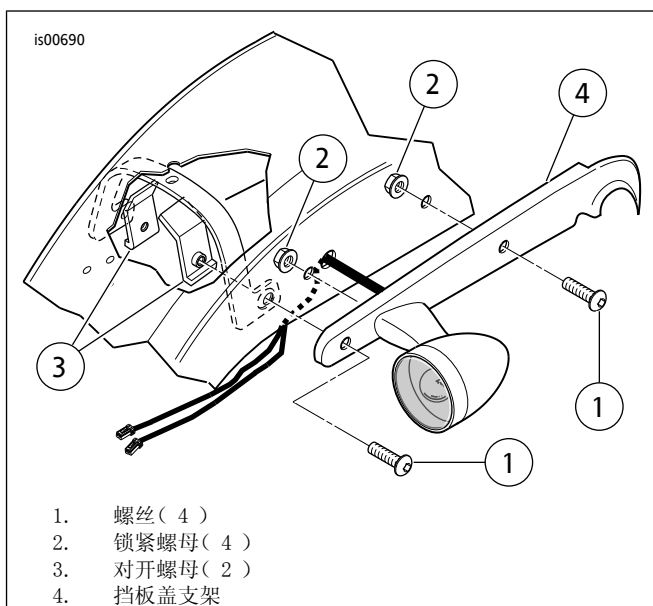

图1. 拆卸后挡板支架
4. 参见图1。从左右后挡板支架盖(4)上拆下前和后半圆头螺丝(1)、两个锁紧螺母(2)和挡板下的对开螺母(3)并且把它们丢弃。